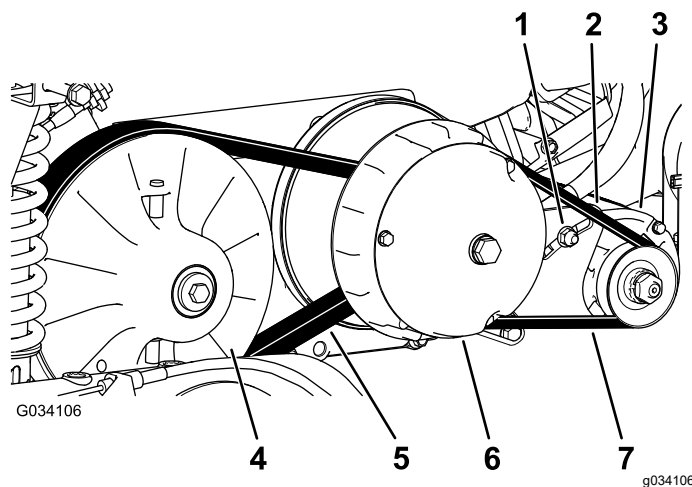

Figure 66
6. Faites tourner la courroie (Figure 66) pour vérifier qu'elle n'est pas excessivement usée ou endommagée.
3. Faites tourner la courroie et faites-la passer sur l'embrayage secondaire (Figure 66).
4. Enlevez la courroie de l'embrayage primaire (Figure 66).
5. Placez la courroie neuve sur l'embrayage principal (Figure 66).
6. Faites tourner la courroie et faites-la passer sur l'embrayage secondaire (Figure 66).
2. Desserrez l'écrou de pivot de l'alternateur (Figure 66).
4. Appuyez sur le levier pour faire pivoter le démarreur vers le bas dans la fente jusqu'à ce que la tension de la courroie produise une flèche de seulement 6 mm ($\frac{1}{4}$ po) quand une force de 44 N·m (10 pi-lb) est appliquée (Figure 66).
5. Resserrez l'écrou de pivot à la main et enlevez le levier (Figure 66).